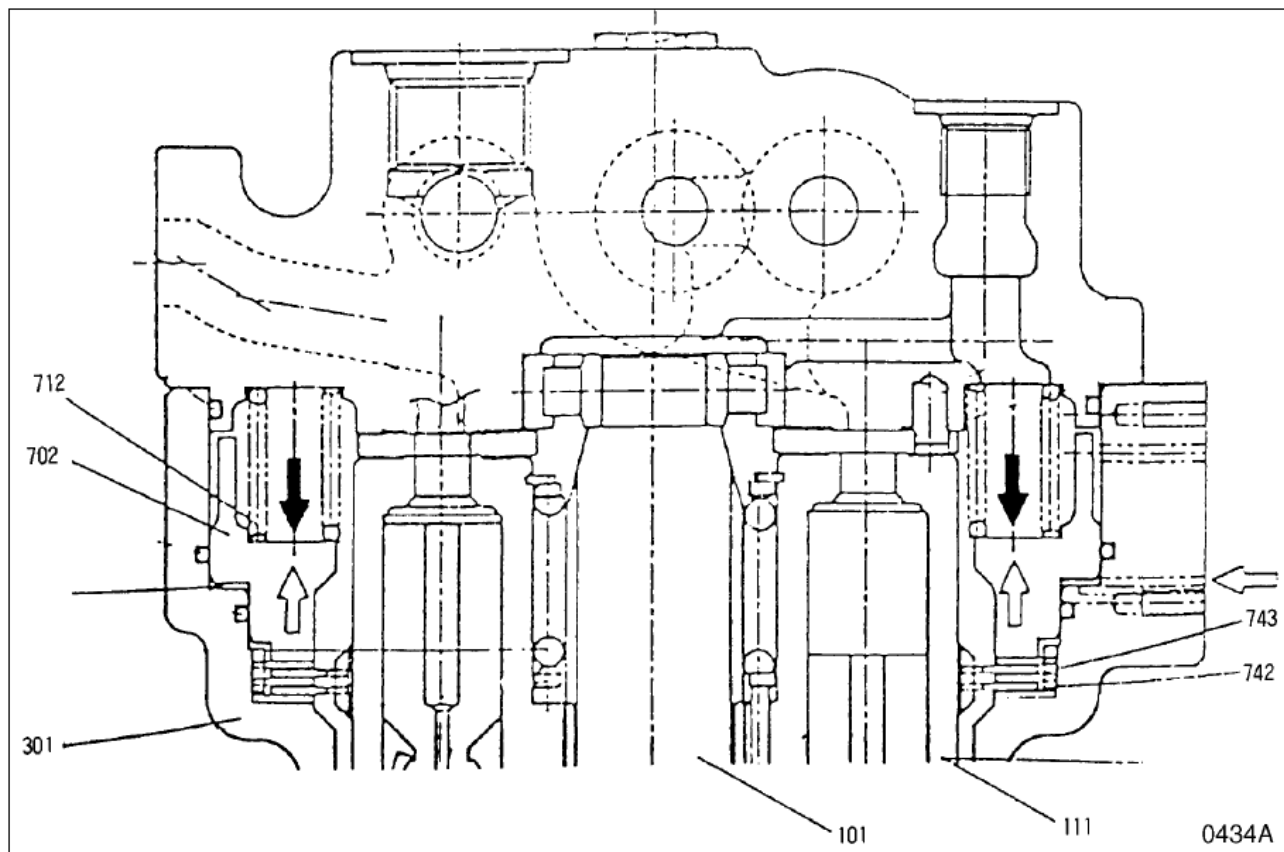

Рис. 3
Тормоз поворота активируется, когда тормозная пружина (712, рис. 3) прижимает фрикционный диск (742), разрезной диск (743) к корпусу гидромотора (301), не позволяя приводному валу вращаться. Когда гидравлическое давление направляется в обратную сторону от тормозного поршня, фрикционный диск отделяется от разрезного диска, расцепляя тормоз.